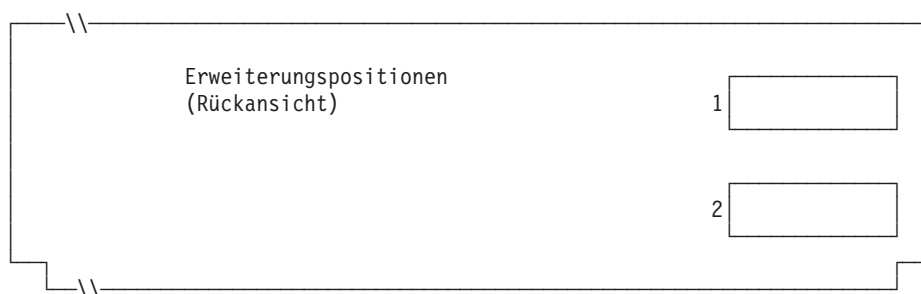

Abbildung 94. Rückseite der Datenkasse IBM 4694-2x4 oder IBM 4694-245
4. In Abb. 94 jede Erweiterungsposition, in der ein Dual-Asynchronadapter **zur Benutzung durch die Kassenprogramme** installiert ist, mit einem X kennzeichnen. Sind die Adapter zur Benutzung durch andere Anwendungen (als die Kassenprogramme) vorgesehen, keine Kennzeichnung vornehmen.